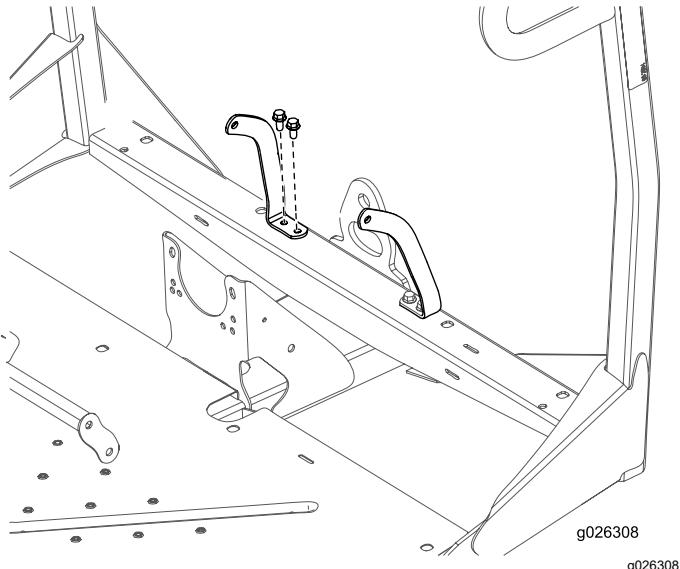

Figure 9
- Fixez l'ancrage des ceintures de sécurité droite et gauche au cadre avant à l'aide de 4 boulons ($\frac{3}{8} \times \frac{3}{4}$ po) et 4 écrous ($\frac{3}{8}$ po), comme montré à la Figure 9.